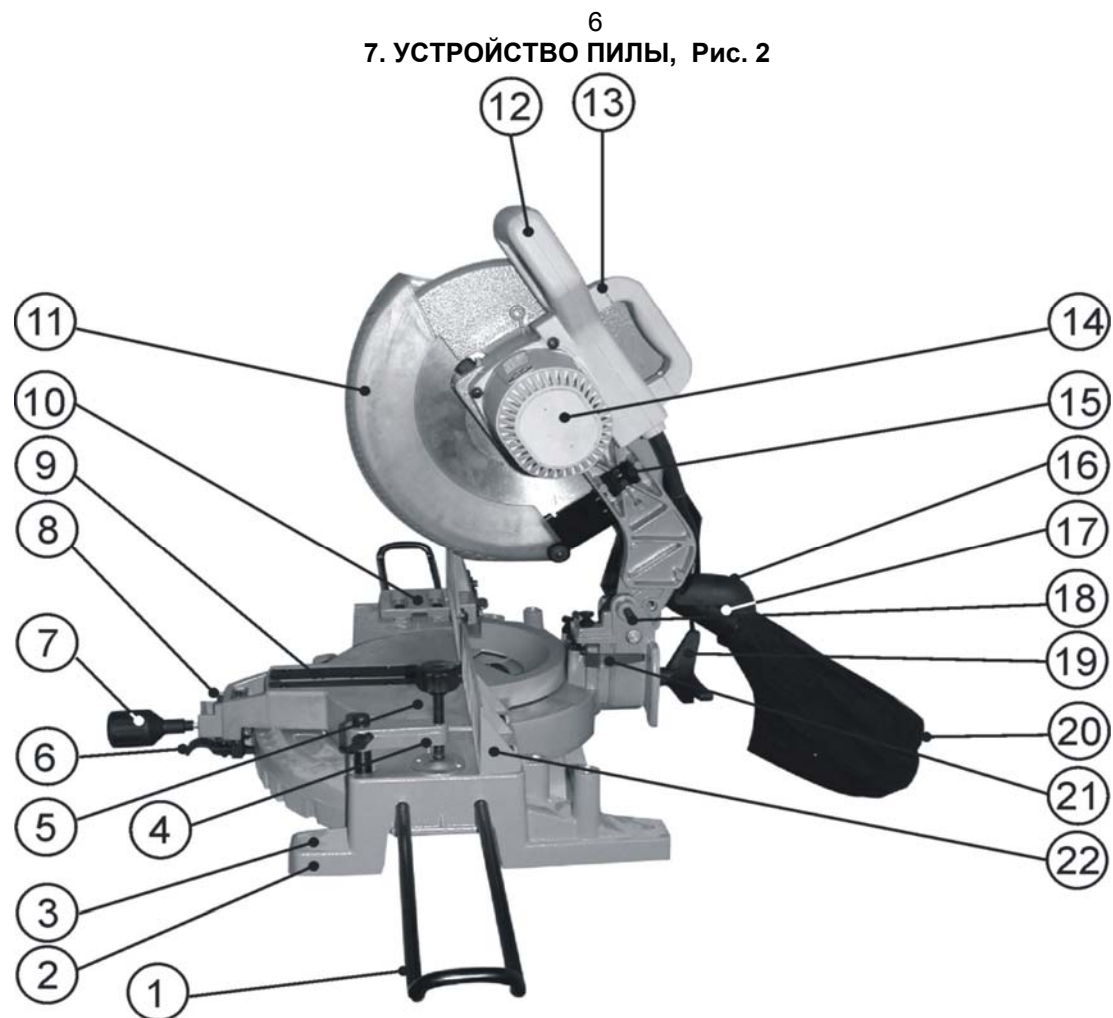
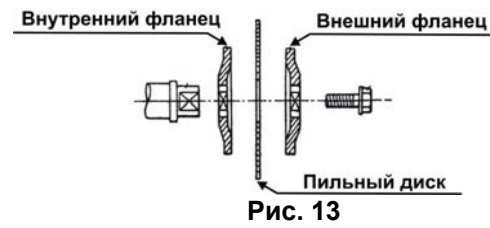
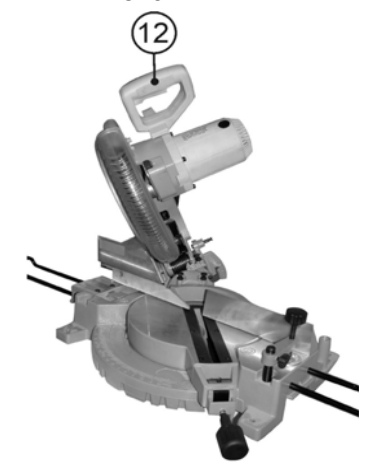

Рис. 2
Рис. 13
Рис. 4
7. УСТРОЙСТВО ПИЛЫ, Рис. 2
8.1. Закрепите поворотный стол (5) с помощью винта фиксации поворотного стола (7) и затяните винт фиксации наклона пилы (19). При транспортировке пилы полностью опускается рукоятка пилы (12) и фиксируется в нижнем положении с помощью стопорной шпильки (18). Транспортировка пилы производится непосредственно за транспортную ручку (13), Рис.2.
9.1.1. Закрепите пилу болтами на ровной и устойчивой поверхности верстака. С этой целью станина (2) пилы имеет четыре отверстия (3). Это обеспечивает устойчивость пилы и безопасность эксплуатации, предотвращает возможность травматизма, Рис.2.
9.2.1. На станине (2) предусмотрены гнезда установки вертикальной струбцины (4). Вертикальная струбцина (4) может быть установлена в станине (2) как слева, так и справа от места распиливания, Рис. 2.
14.2. Установка пильного диска. Установите пильный диск в соответствии с последовательностью, указанной Рис.13 так, чтобы зубья пильного диска были направлены вниз в передней части пилы, Рис.2. Затяните болт крепления (39), Рис.12, вращением против часовой стрелки, придерживая в нажатом положении кнопку фиксации (34) пильного диска (30), Рис. 8.
9.3.1. Перед намеченной операцией определите размер от места распиливания до концов заготовки. Если этот размер превышает 0,55 м, то необходимо установить дополнительные выдвигаемые опоры (1) с одной или с обеих сторон в специальные отверстия в станине (2) пилы, Рис.2.
10.1. Поднимите вверх крышку (16). На патрубок пылесборника (17) наденьте пылесборник (20), Рис.2.
Используйте пылесборник (20) во время пиления для более аккуратной работы и легкого удаления опилок из рабочей зоны. Когда пылесборник (20) наполнится наполовину, отсоедините его от патрубка пылесборника (17) и освободите от содержимого, расстегнув молнию и слегка встряхнув для удаления опилок, Рис.2.
10.2. При использовании пилы в продолжительном режиме работы целесообразней патрубок пылесборника (17) соединить с пылесосом для сбора стружки и древесной пыли при работе (см.раздел 20, Рис.2).
11.1. Приведение пилы в верхнее положение (Рис.2)
11.2.1. Ослабьте винт фиксации поворотного стола (7), удерживая рычаг фиксации (6) в верхнем положении за головку винта фиксации поворотного стола (7). Поворачивайте поворотный стол (5) на необходимый угол установки, Рис.2.
11.2.2. Поверните стол до совмещения значения угла поворота, нанесённого на поворотном столе (5), с указателем в узле установки поворотного стола (8), Рис.2.
11.3.1. Для изменения угла наклона пиления, удерживая пилу за рукоятку (12), Рис.4, ослабьте установку винта фиксации наклона пилы (19), Рис.2, наклоните пилу влево на предполагаемый угол пиления, контролируя угол по показаниям шкалы (24) и указателя (21), Рис.5. Закрепите положение винтом фиксации наклона пилы (19), Рис.2.